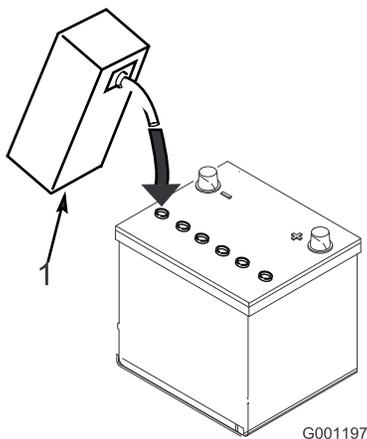

Рисунок 7
- Осторожно заливайте электролит в каждую ячейку до уровня над пластинами примерно 6 мм (Рисунок 7).
4. Подождите примерно 20-30 минут, пока электролит не впитается в пластины. При необходимости доливайте электролит до уровня примерно на 6 мм ниже низа заливочного отверстия (Рисунок 7).